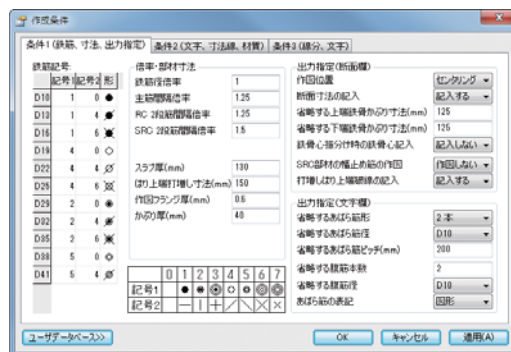

図1 作成条件
- 作図する項目や鉄筋記号などの作成条件が豊富なため、多様な表現で断面リスト図面を作成できます。(図1)